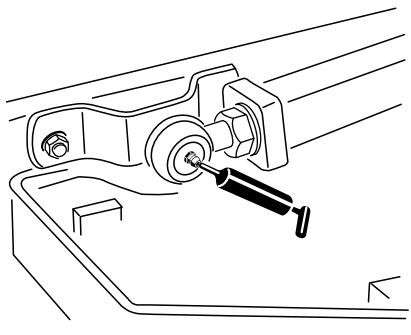

Bild 85
- Zwei Hubarm-Kugelgelenke (Bild 85)